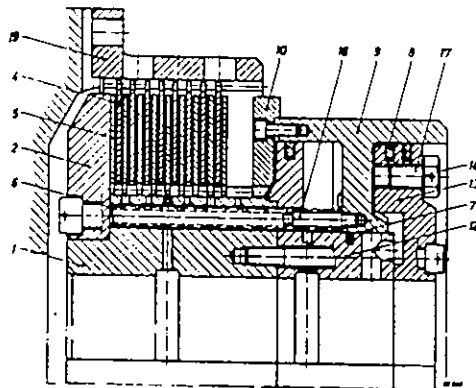

Abb. 4
2.2 Bei den Kupplungen mit Doppelkolben (s. Abb. 4) wird dieser beiderseitig mit Öl beaufschlagt. Durch Zuführung des Drucköles in den äußeren Zylinderraum wird der Kolben gegen das Lamellenpaket gedrückt und hierdurch eine kraftschlüssige Verbindung zwischen dem Innen- und Außenteil der Kupplung erreicht.